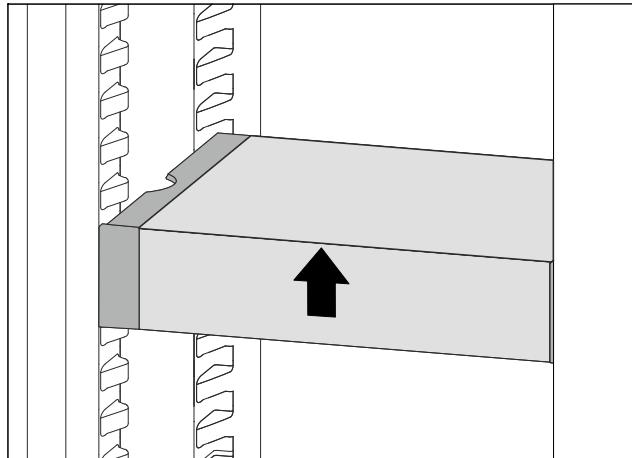

*Fig. 55*
► Установите выдвижной ящик VarioSafe за стопоры на требуемый выступ *Fig. 55 (1)* или *Fig. 55 (2)*.